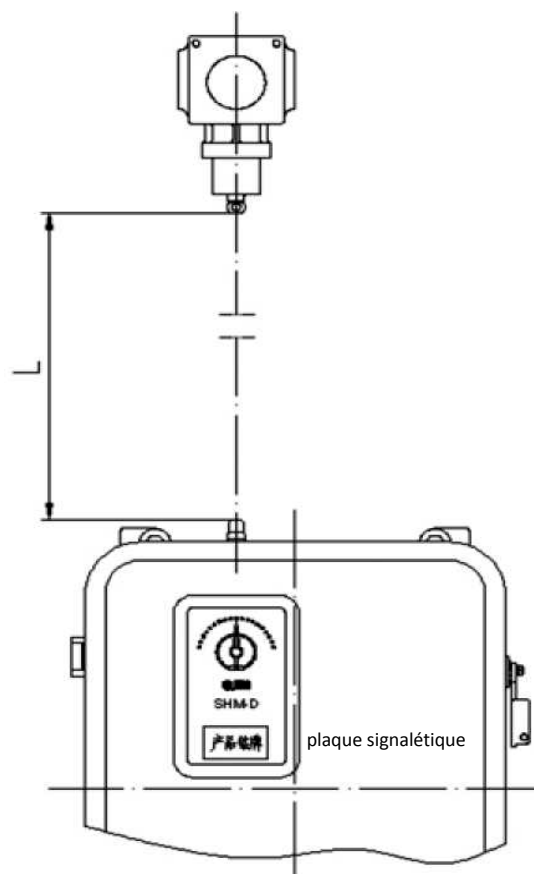

Figure 2
6.2.2 La longueur maximale de l'arbre d'entraînement est prévue à 2m fourni e avec l'interrupteur, l'utilisateur doit mesurer proprement la longueur entre l'extrémité supérieure de l'arbre de sortie et l'extrémité d'arbre de la boîte d'engrenages intermédiaire représenté sur la figure 2, la longueur requise de l'arbre d'entraînement est L-5mm, la longueur sera modifiée selon l'utilisateur.